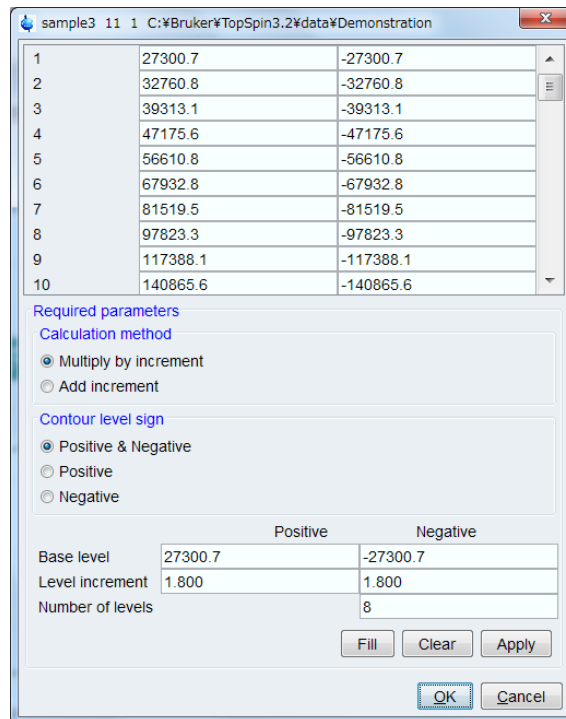

図 78. 等高線表示ウィンドウ.
- ② 等高線表示ウィンドウ内で **Level Increment** と **Number of Levels** を適切な値に設定し、
**OK** ボタンをクリックして等高線表示ウィンドウを閉じます (図 78)。